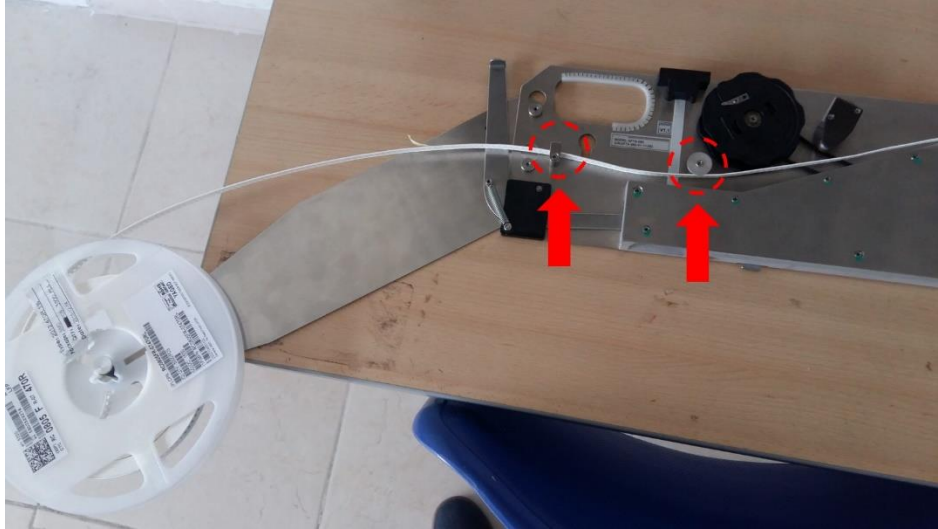

Figura 24. Zonas de ajuste de componentes al brazo.
- Sostenga la tira de componentes y deslícela por las zonas señaladas en la figura 24 para ajustar los componentes al brazo.